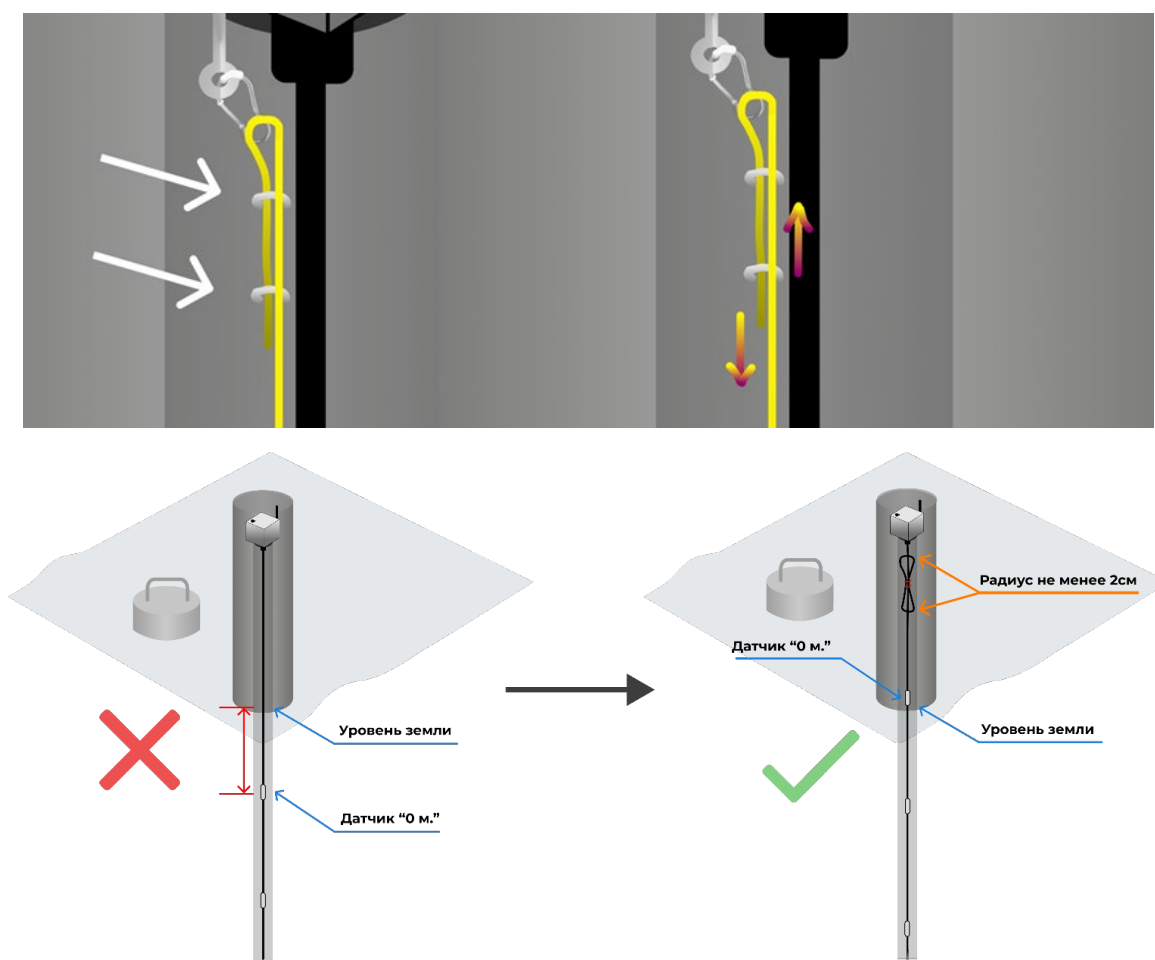

Рисунок 26. Регулировка троса типа 1, термокосу подключенной к РГТ-ЛС-ХХ
- Если образовался излишек кабеля выноса, его необходимо аккуратно свернуть, закрепить двумя стяжками, убрать в скважину и установить логгер (Рисунок 26)